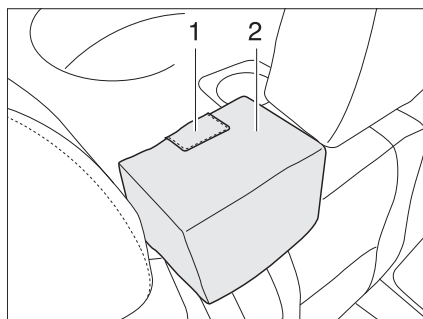

Fig. 11 Ceinture de sécurité banquette
- Presser fermement le bloc ceinture (Fig. 11,2) vers le bas des deux mains et le relâcher.
- Presser sur la zone indiquée (Fig. 11,1) du coussin.